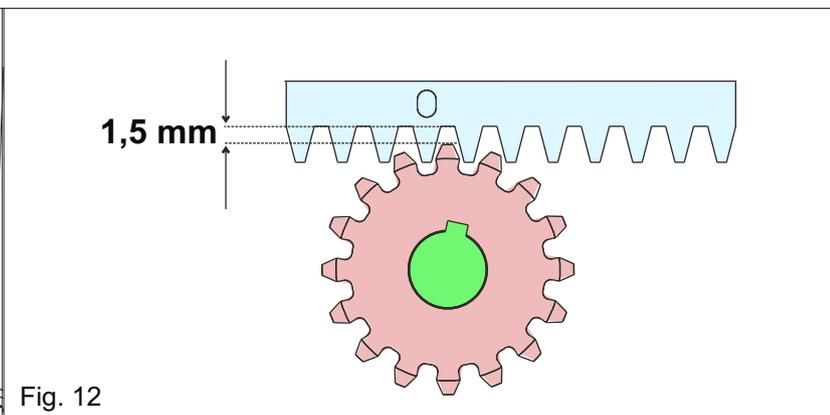

Fig. 12
5.6. Toute la crémaillère doit être surélevée de **1,5 mm** pour éviter que le poids du portail repose sur le pignon - Fig.12; **laisser un jeu d'au moins 0,5 mm entre le dent du pignon et le dent de la crémaillère**